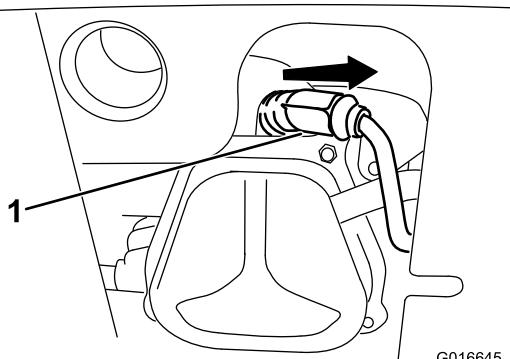

Figura 36
1. Togliete la guaina (Figura 36).